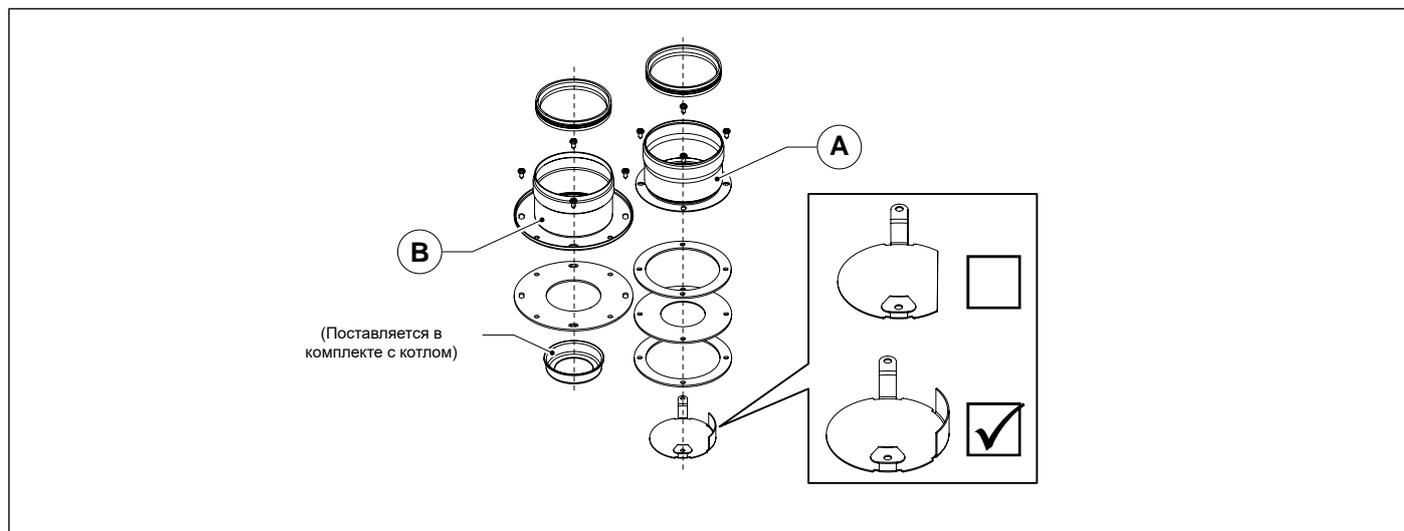

Рис. 19 Комплект для систем с отдельными трубами 0SDOPPIA13
- Смонтируйте соответствующий дефлектор воздуха (смотри Рис. 19 Комплект для систем с отдельными трубами 0SDOPPIA13).
- Смонтируйте соответствующий дефлектор воздуха (смотри Рис. 19 Комплект для систем с отдельными трубами OSDOPPIA13).